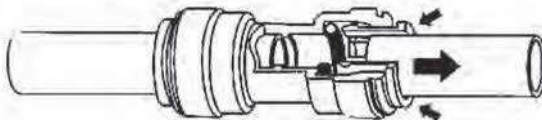

Рис. 6
4. Вытяните трубку, удерживая кольцо нажатым (рис. 6).